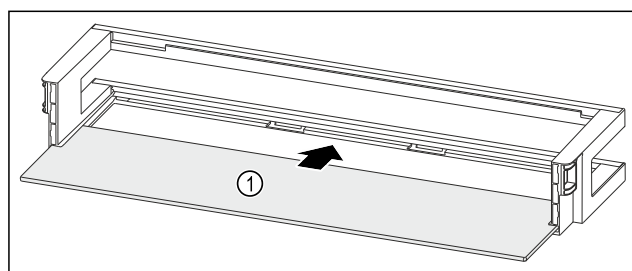

Fig. 173 Balconnet de contre-porte avec tablette de rangement
- Insérer la tablette de rangement Fig. 173 (1) dans les évidements latéraux.